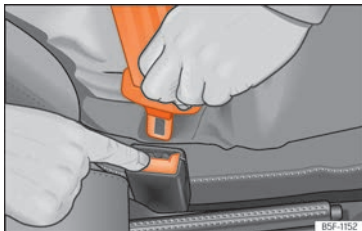

**Fig. 11** Soltar la lengüeta del cierre del cinturón.
- Presione la tecla roja en el cierre » » » **fig. 11**. La lengüeta saltará del cierre.